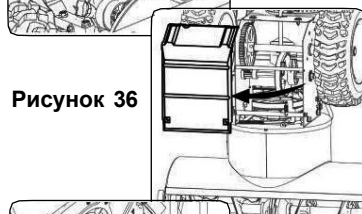

Рисунок 36
2. Осторожно передвиньте снегоуборочную машину вверх и вперёд так, чтобы она встала на корпус шнека. Снимите крышку рамы из-под снегоуборочной машины, открутив четыре самореза, фиксирующие её. См. Рисунок 36.